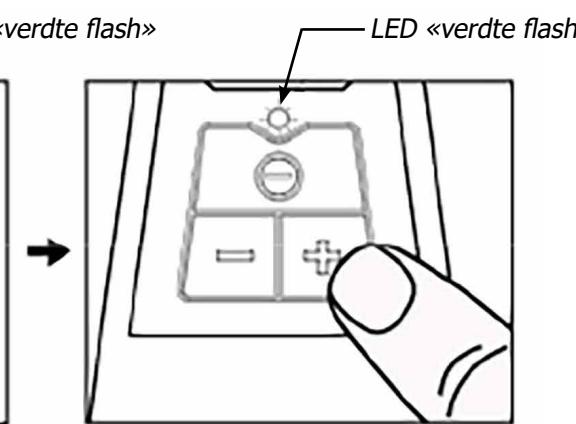

Fig. 3
- Regolare la velocità premendo sui pulsanti «+» o «-» sulla placca dei pulsanti. Premere su «+» per aumentare la velocità e «-» per abbassare la velocità (Fig. 3).